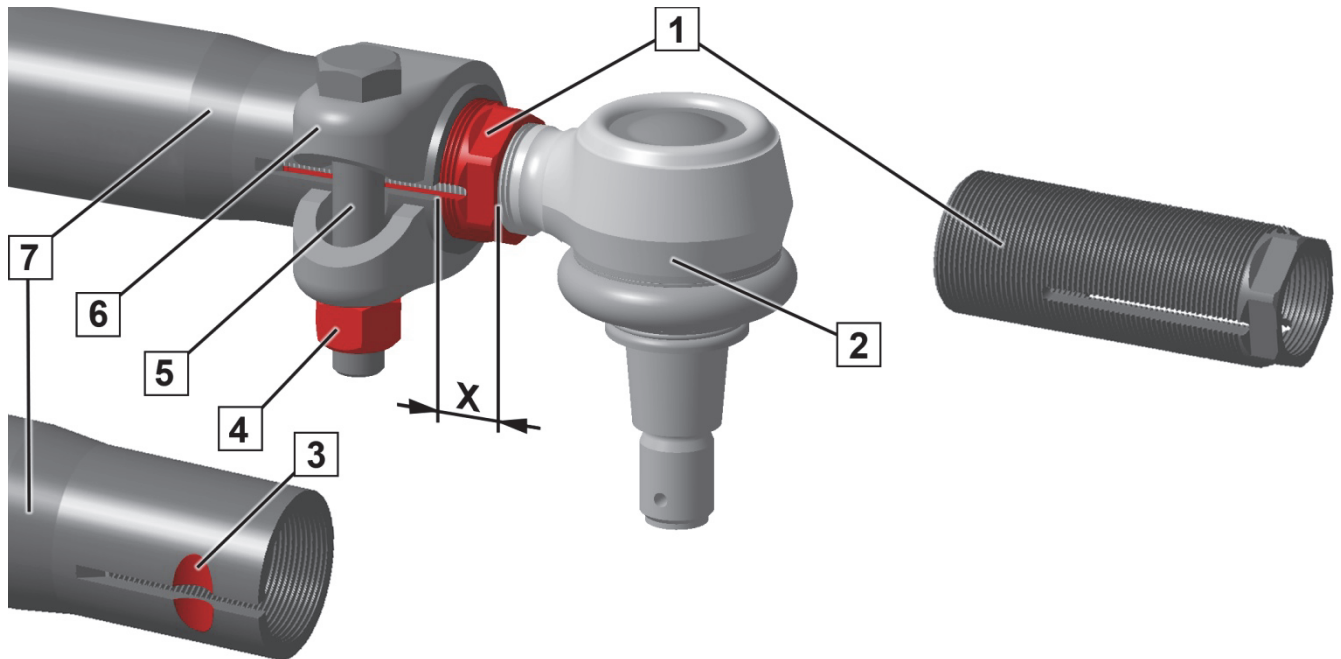

Abb. 1: Feineinstellsystem
Nach dem Einstellen der Spur muss die Gewindehülse (1) um das Maß **X** aus dem Rohr (7) herausstehen. Maß **X** (Abb.1):